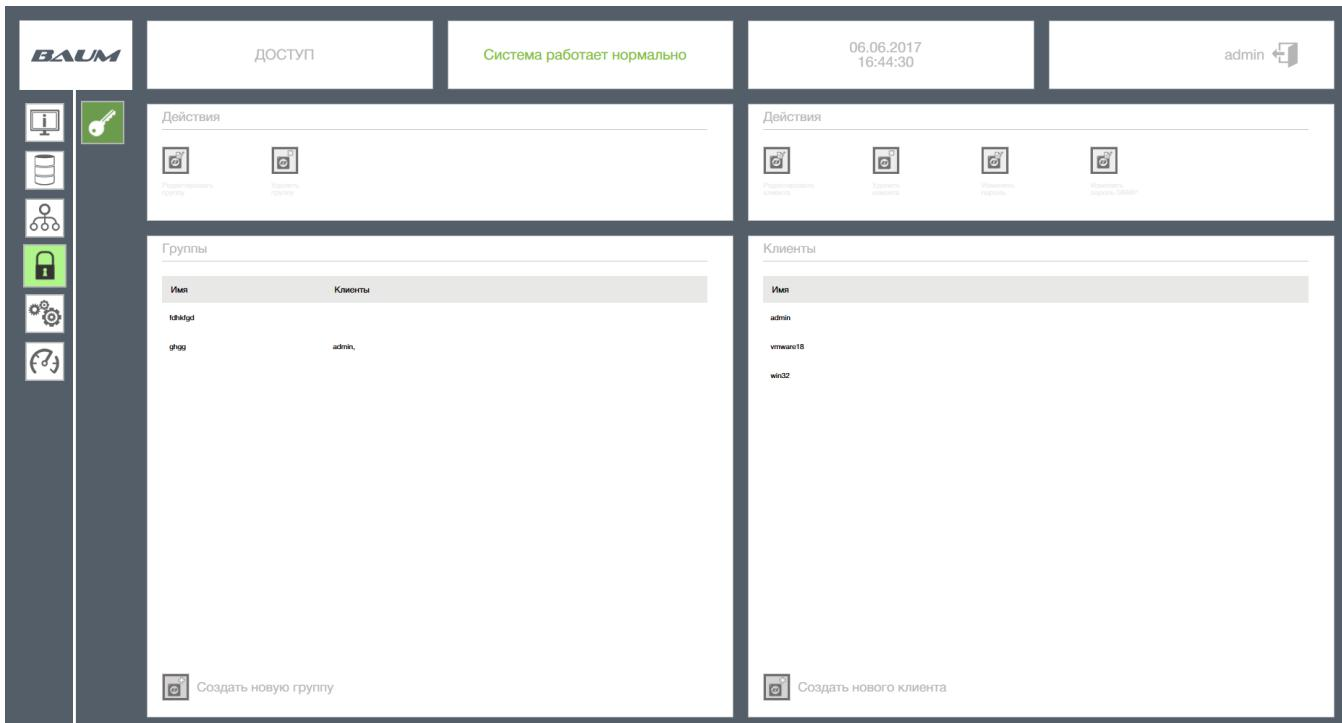

Рисунок 17 – Вкладка «Доступ»
- 1) Перейти во вкладку «Безопасность» → «Доступ» (см. Рисунок 17).